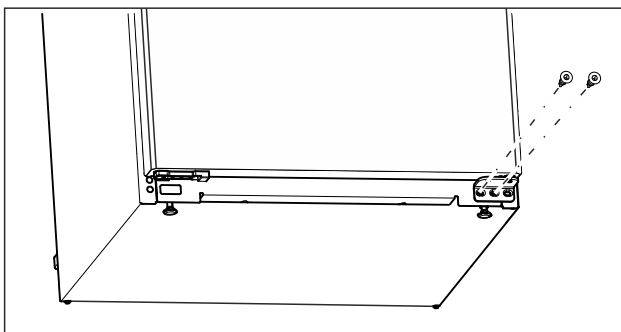

Fig. 14
- ▶ Në bazamentin mbështetës poshtë, lironi vidën e mesit me një kaçavidë Torx 20. (shihni Fig. 14)
- ▶ Në bazamentin mbështetës poshtë, lironi vidën e brendshme me një kaçavidë Torx 20. (shihni Fig. 14)